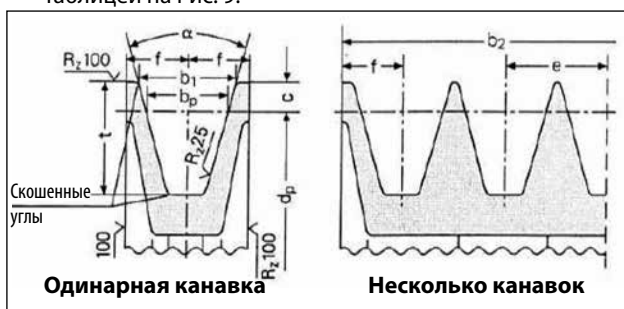

Рис. 8
- а) Применяйте шкивы для клиновых ремней, размеры канавок которых соответствуют рекомендациям / указаниям изготовителя используемого ремня. При отсутствии указаний руководствуйтесь Рис. 8 и таблицей на Рис. 9.